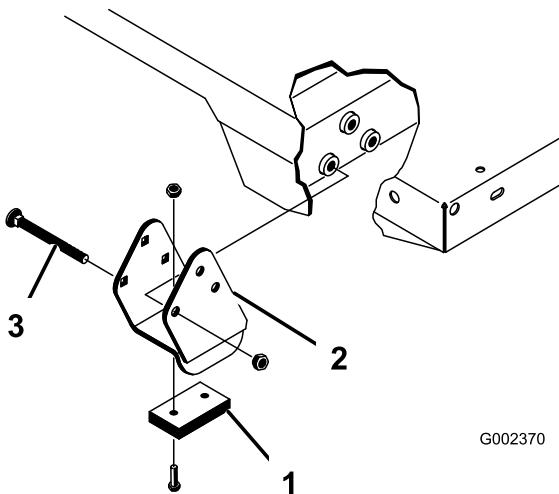

Bild 34
**Hinweis:** Stellen Sie sicher, dass die Distanzstücke und die Verschleißblöcke (Bild 34) so eingesetzt sind, dass die Köpfe der Schlossschrauben an der Innenseite der Maschine sind.
2. Setzen Sie die Pritsche vorsichtig auf den Fahrzeugrahmen. Richten Sie die hinteren Schwenkplattenlöcher der Pritsche mit den Löchern am hinteren Rahmenkanal aus und montieren Sie die zwei Lastösenbolzen und Klappstecker (Bild 34).
3. Befestigen Sie bei abgesenkter Pritsche jedes Ende der Zylinderstange mit einem Lastösenbolzen und einem Klappstecker an den entsprechenden Einschüben in den Befestigungsplatten der Pritsche. Setzen Sie den Lastösenbolzen von der Außenseite der Pritsche ein. Der Klappstecker sollte außen (Bild 34). Die hinteren Einschübe sind für die Montage der großen Pritsche und die vorderen Einschübe sind für die Montage der 2/3 Pritsche gedacht.